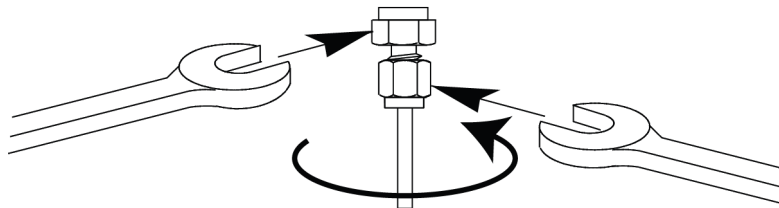

Figura 57. Apriete final
7. Para conexiones Swagelok de 1/8 pulgadas, utilice un par de llaves para apretar la conexión 3/4 de vuelta. Consulte la Figura 57.